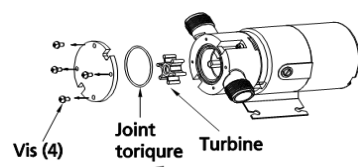

Figure 3 – Demontage
1. Retirez les 4 vis du corps, les anneaux -O et la turbine (voir figure 3).